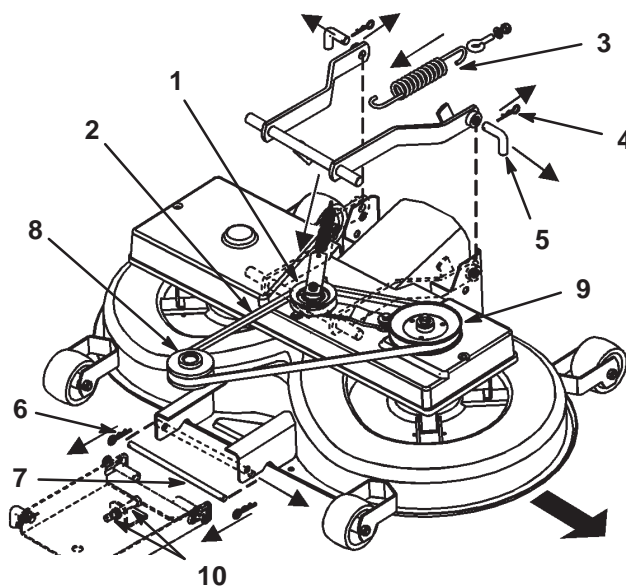

Figure 42
3. Tirez l'ensemble bras de renvoi vers l'intérieur et ôtez la courroie trapézoïdale de la poulie (Fig. 42).
4. Décrochez le ressort du levier d'engagement (Fig. 42).
6. Otez les goupilles fendues des deux goupilles arrière et déposez ces dernières (Fig. 42). Vous aurez peut-être besoin d'une pince pour enlever la deuxième goupille.
7. Otez la goupille fendue de la goupille avant et déposez cette dernière (Fig. 42).
8. Enlevez la courroie trapézoïdale de la poulie motrice (Fig. 42).
2. Enlevez l'ensemble poulie à courroie trapézoïdale et bras de renvoi (Fig. 42).
2. Placez la goupille inférieure de la suspension de réglage avant dans la position inférieure des fentes, en réglant les 2 écrous (M12) sur la suspension avant (Fig. 42).